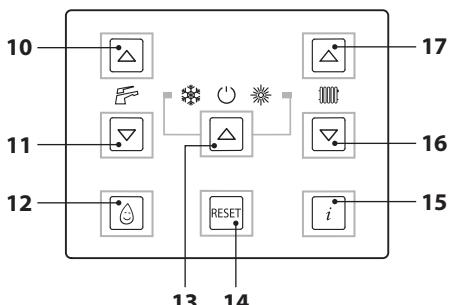
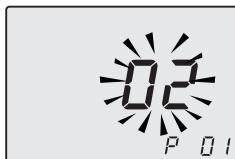
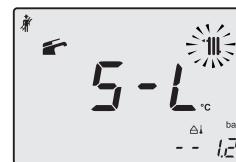

Рисунок 7.2
Рисунок 7.3
Рисунок 7.15
- Войдите в "режим программирования", нажав одновременно и удерживая в течение 10 секунд кнопки 13-16-17 (Рисунок 7.2) до появления на ЖК дисплее кода **P01** и значения параметра, которые указываются в вход в "параметр 01" (Рисунок 7.3).
- Нажмите кнопку 16 или 17 (Рисунок 7.2) для просмотра параметров и найдите параметр **P09** ("трубочист") (Рисунок 7.4).
- При помощи кнопки 16 или 17 (Рисунок 7.2) измените состояние на **dP** (режим "трубочист" активирован при максимальной температуре горячего водоснабжения) и нажмите для подтверждения кнопку 13. На дисплее появится символ **dP**, сменяющийся значением максимальной температуры горячего водоснабжения.
- Войдите в "режим программирования", нажав одновременно и удерживая в течение 10 секунд кнопки 13-16-17 (Рисунок 7.2) до появления на ЖК дисплее кода **P01** и значения параметра, которые указывают на вход в "параметр 01" (Рисунок 7.3).
- Нажмите кнопку 17 (Рисунок 7.2) для просмотра параметров и найдите параметр **P09** ("трубочист") (Рисунок 7.4).
- Увеличьте или уменьшите значение при помощи кнопки 17 или 16 (Рисунок 7.2). Подождите 3 минуты, пока давление газа стабилизируется, после чего считайте значение на газовом манометре. **Помните, что во время калибровки максимума**
- Чтобы сохранить значение, нажмите кнопку 11 (Рисунок 7.2) и удерживайте ее в течение 1 секунды.
- Чтобы перейти к калибровке газового минимума, нажмите кнопку 10 (Рисунок 7.2). На дисплее появится символ **S-L**, сменяющийся параметром минимальной абсолютной мощности (Рисунок 7.15).
- Увеличьте или уменьшите значение при помощи кнопки 17 или 16 (Рисунок 7.2). Подождите 3 минуты, пока давление газа стабилизируется, после чего считайте значение на газовом манометре. **Помните, что при калибровке минимума нельзя вернуться к большему пропущенному значению .**
- Нажмите кнопку 10 (Рисунок 7.2), чтобы проверить установленное максимальное значение и, в случае необходимости, измените его, выполнив описанную выше
- Нажмите кнопку 10 (Рисунок 7.2), чтобы проверить установленное минимальное значение и, в случае необходимости, измените его, выполнив описанную выше процедуру.